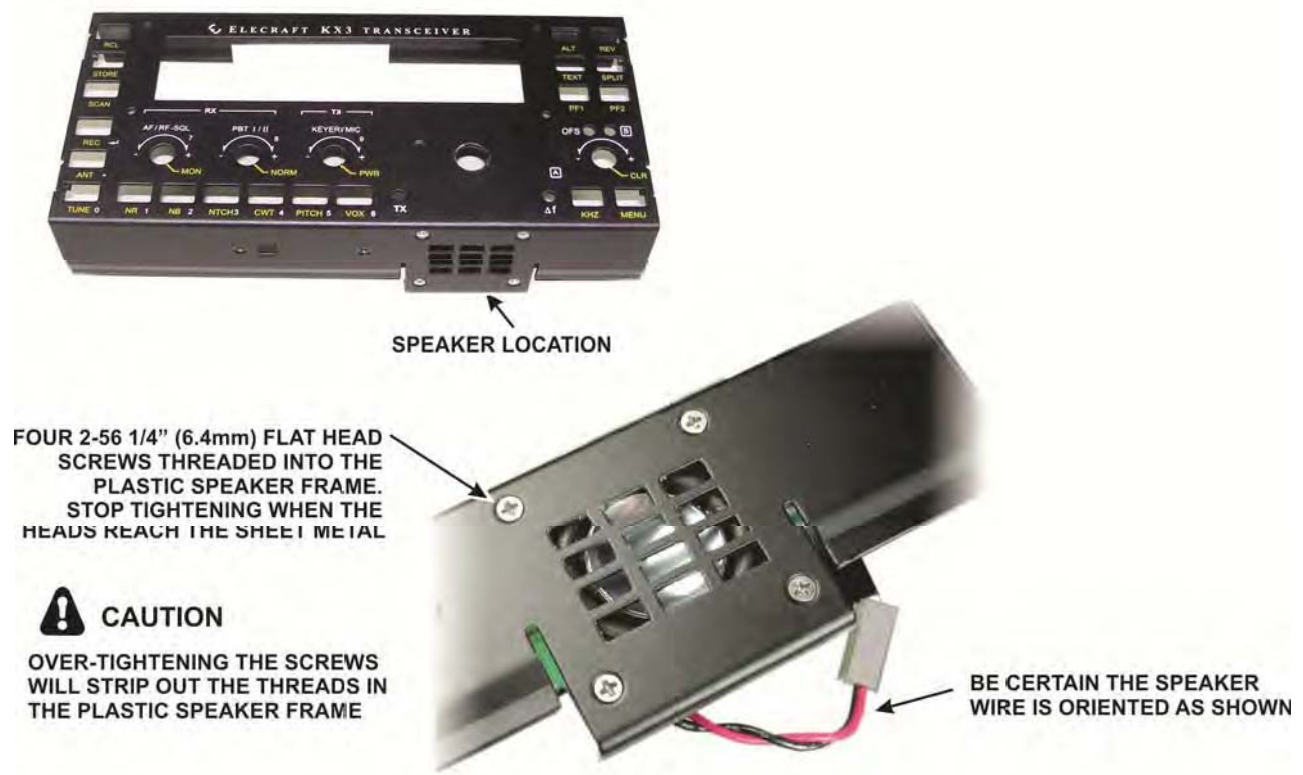

Figure 10. Installing the Speaker.
□ 図10に示されるような前面カバーの中でスピーカーを任じてください。接着剤がガスケットを続けなかった場合、面するスピーカー位置を備えた前面カバーを立てることにより、最も容易にそれをインストールすることができます。面するスピーカーを上げて、ネジ穴が並び、次に4本のねじを持ったスピーカーを安全にするように、適所へ注意深くスピーカーとガスケットに演習をさせてください。4本のねじはガスケットの穴を通り抜けて、プラスチック・スピーカー・フレームの穴へ縫うように進みます。